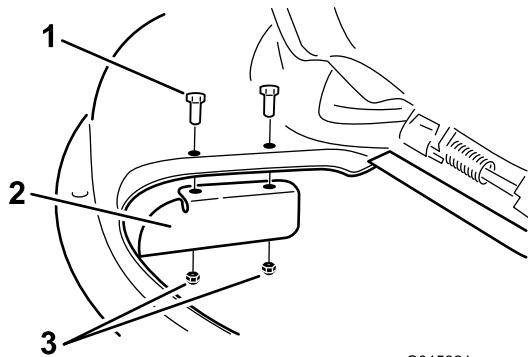

Figure 33
9. Posez le déflecteur d'ouverture sur le plateau de coupe avec 2 boulons (5/16 x 3/4 pouce) et 2 contre-écrous (5/16 pouce)Figure 33.